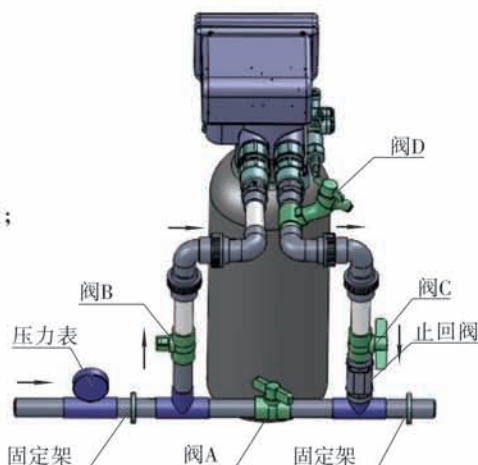

图1-3
④ 安装进水管
- 如图 1-3 所示，在进水端安装压力表；